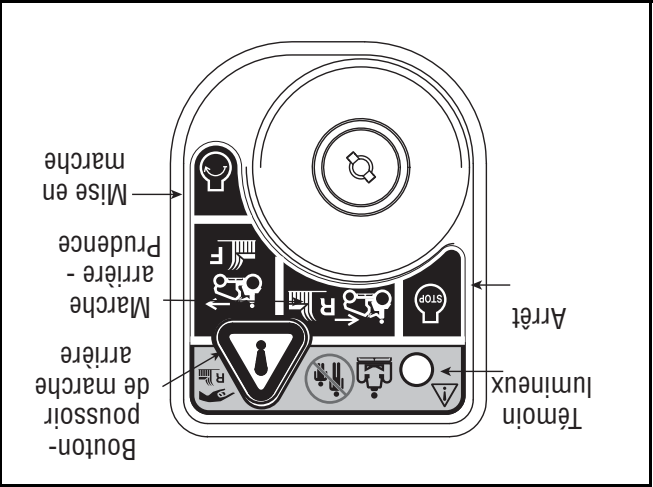

Figure 9
2. Déplacez la clé de la position « **NORMAL MOWING** » (Verte) (Tonte normale) à la position « **REVERSE CAUTION MODE** » (Blanc) (Marche arrière - Prudence). Voir la Figure 9.
3. Appuyez sur le **BOUTON-POUSSOIR DE MARCHÉ ARRIÈRE** (Bouton triangulaire orange) dans le coin supérieur droit du module d'allumage. Le témoin lumineux rouge dans le coin supérieur gauche s'allume quand la marche arrière est embrayée. Voir la Figure 9.